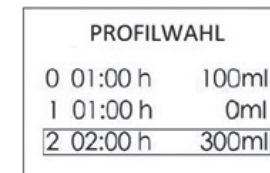

Abb. 42: Auswahl des Startprogramms
- Wählen Sie das Programm mit dem Sie den Zyklus beginnen wollen (Abb. 42).